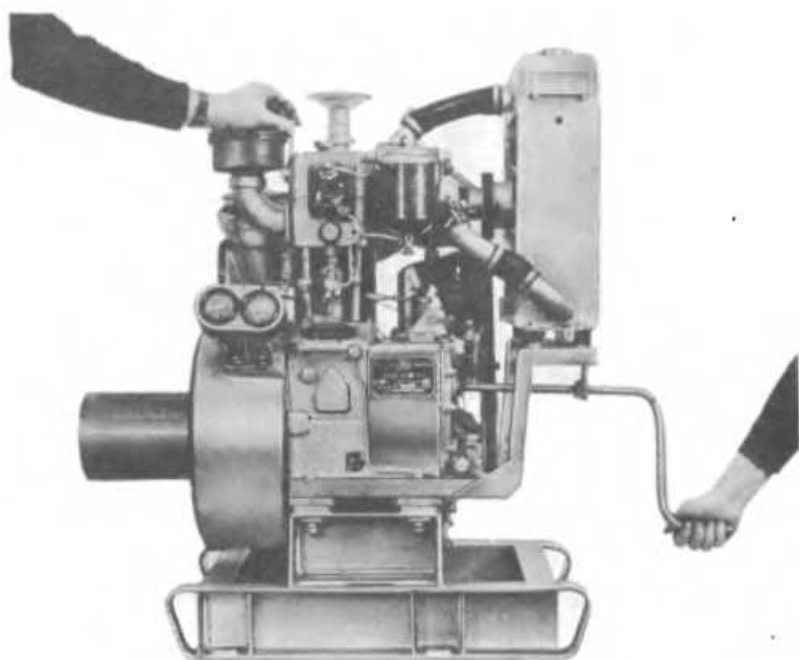

Рис. 106. Ручной пуск одноцилиндрового дизеля
1. Отвинтите крышку и заведите в отверстие пусковую рукоятку (рис. 106).